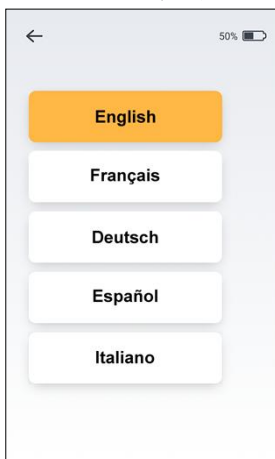

図 1 4
- 利用可能な言語リストから希望の言語を選択します（図 1 4 を参照）。